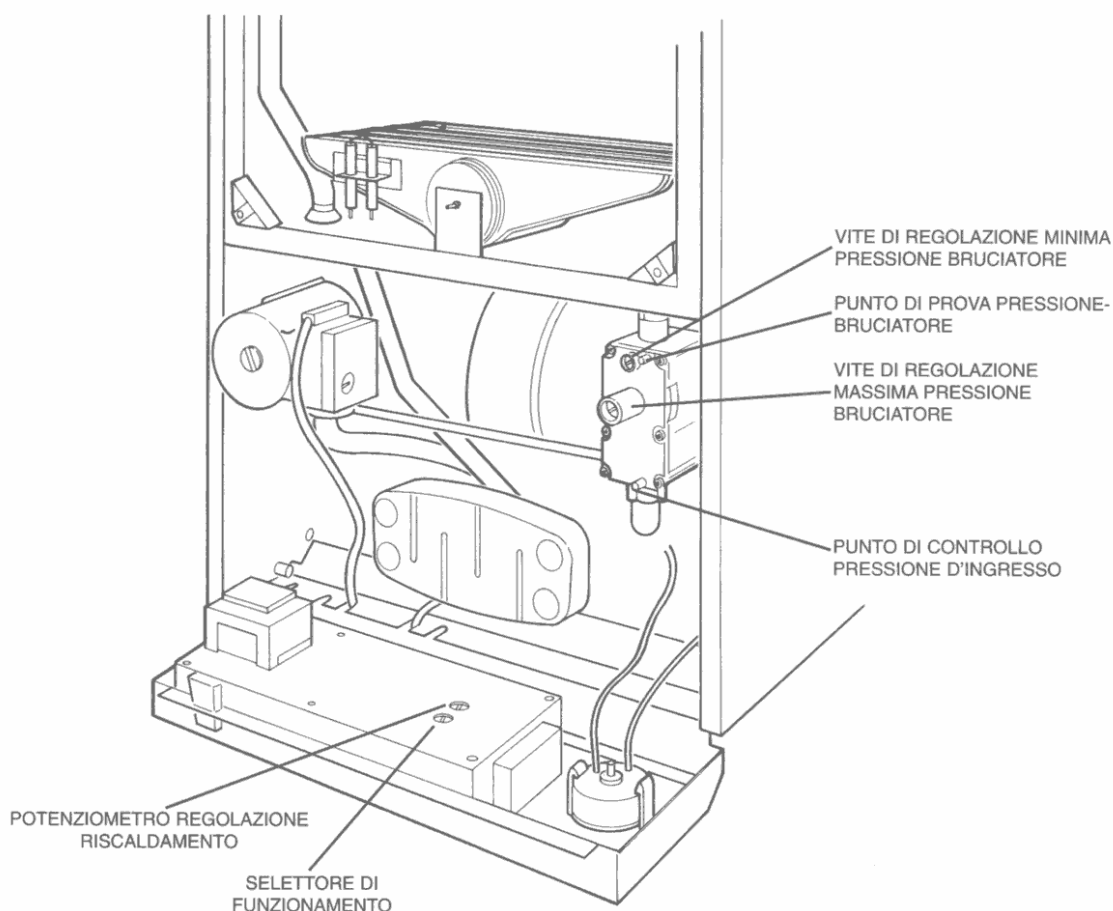

Fig. 17: Regolazione della potenza di riscaldamento
4. Allentare la vite sul punto di prova della pressione agli ugelli e collegare un manometro a U. (vedi Fig. 17, pag. 18).